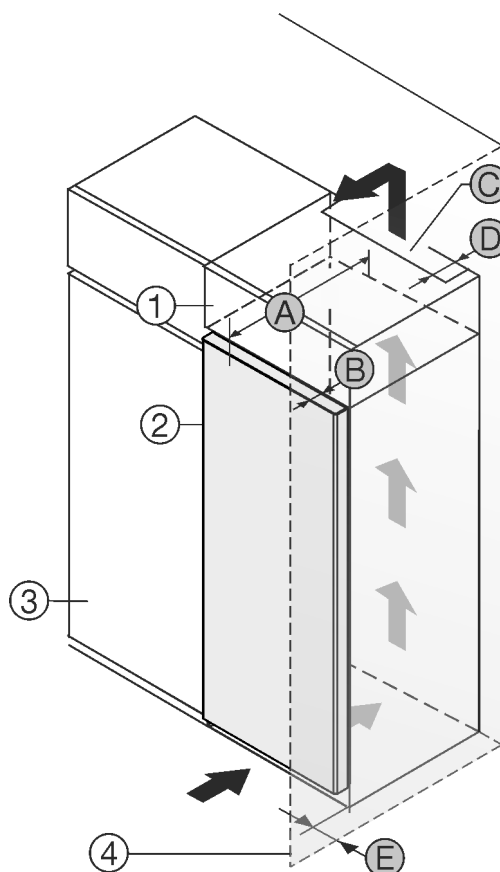

Fig. 1
- (1) Rehausse \*
- (2) Appareil \*
- (3) Placard de cuisine \*
- (4) Mur \*
- (A) Profondeur de l'appareil \*
- (B) Profondeur de porte \*
- (C) Section de ventilation \*
- (D) Distance du dos de l'appareil \*
- (E) Distance par rapport au côté de l'appareil \*
Vous pouvez placer le réfrigérateur directement à côté de l'armoire de cuisine Fig. 1 (3)\*.
Une sortie d'air avec la profondeur Fig. 1 (D) doit être présente au dos de la rehausse sur toute sa largeur.\*
La section de ventilation *Fig. 1 (C)* sous plafond doit être respectée.\*
Si le réfrigérateur est installé avec les charnières près d'une paroi *Fig. 1 (4)*, la distance entre le réfrigérateur et la paroi doit être d'au moins 13 mm.\*
Pour pouvoir ouvrir complètement les portes, le réfrigérateur doit dépasser de la profondeur de la porte *Fig. 1 (B)* par rapport à la façade du placard. L'appareil peut déborder encore plus en fonction de la profondeur des placards *Fig. 1 (3)* et de l'utilisation de cales d'épaisseur.\*